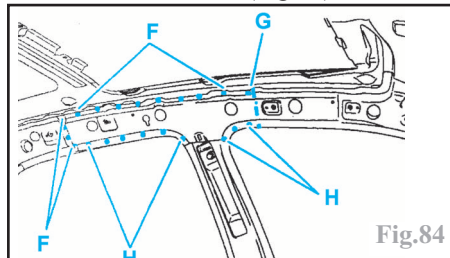

Fig.84
-points bouchons au **MIG** (suivant **F**) et meuler les bouchons (Fig.84),